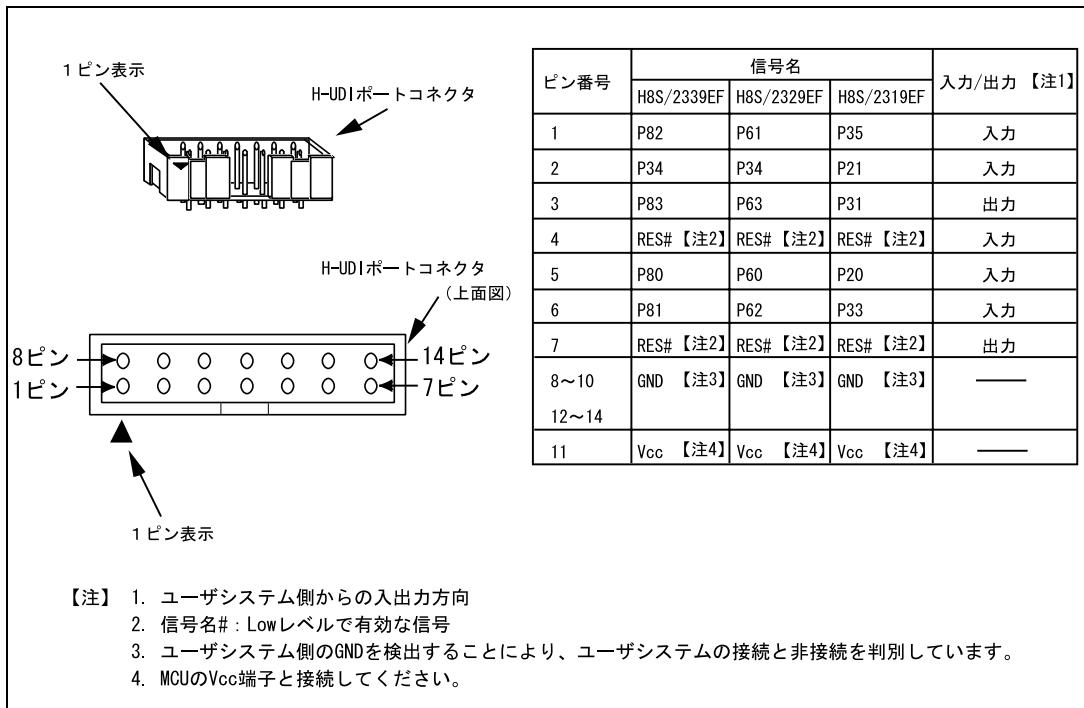

図 1.2 H-UDI コネクタのピン配置
H-UDI ポートコネクタのピン配置を図 1.2 に示します。
- (4) E10Aエミュレータは、1.3章「図1.2」に示す端子を使用して、MCUと通信を行います。これらの信号は基本的には使用できません。
- (5) MCUの消費電力は数mA上昇します。これは、ユーザシステム電源電圧に通信信号レベルを合わせるため、ユーザ電源で1個のHD74LV125Aを駆動しているためです。
- (6) デバッグで使用したMCUは製品に使用しないでください。フラッシュメモリの書き換え回数が多くなると、リテンション問題により、数日放置しておいた場合データが消えることがあります。